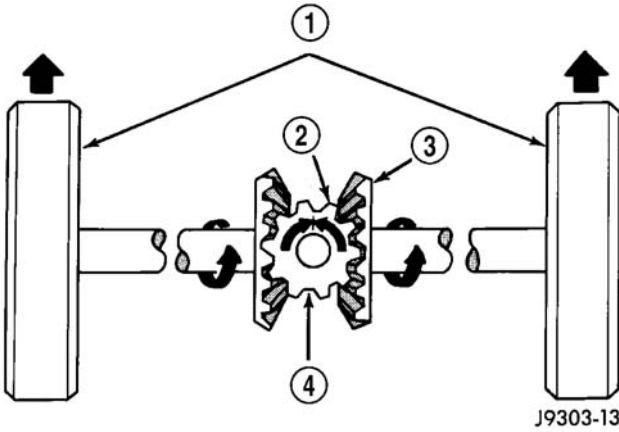

图 38 差速器的操作—向前直行
- 在向前直行时，行星齿轮不在行星齿轮轴上旋转。这是由于施用到齿轮的输入扭矩被相等地分配给两个半轴齿轮。因此，行星齿轮随行星齿轮轴旋转，但是不绕其旋转（图 38）。